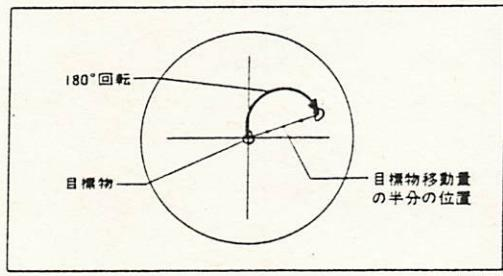

図12
- 3) ステージを半回転(約180°)させます。目標物の移動量の半分の位置に、十字線の交点が来るようレポルバ心出し工具により対物レンズを移動します。 (図12)